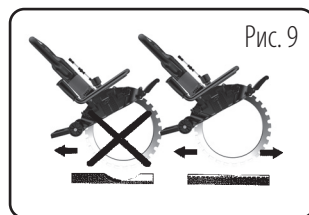

Рис. 9
- Поддерживайте минимальную площадь контакта диска с материалом. Это снижает температуру диска и обеспечивает эффективную резку (см. рис. 9).